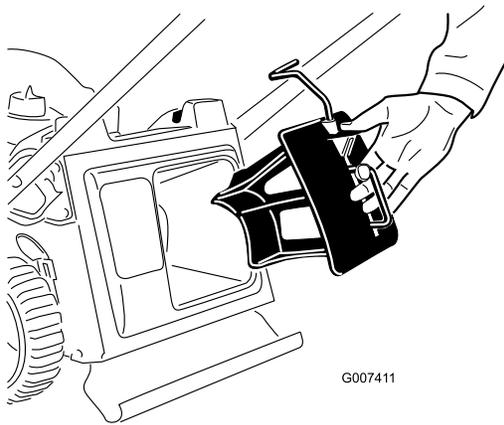

Bild 8
1. Setzen Sie den Mulchverschluss in den Rasenmäher ein, wenn er nicht schon eingebaut ist (Bild 8).